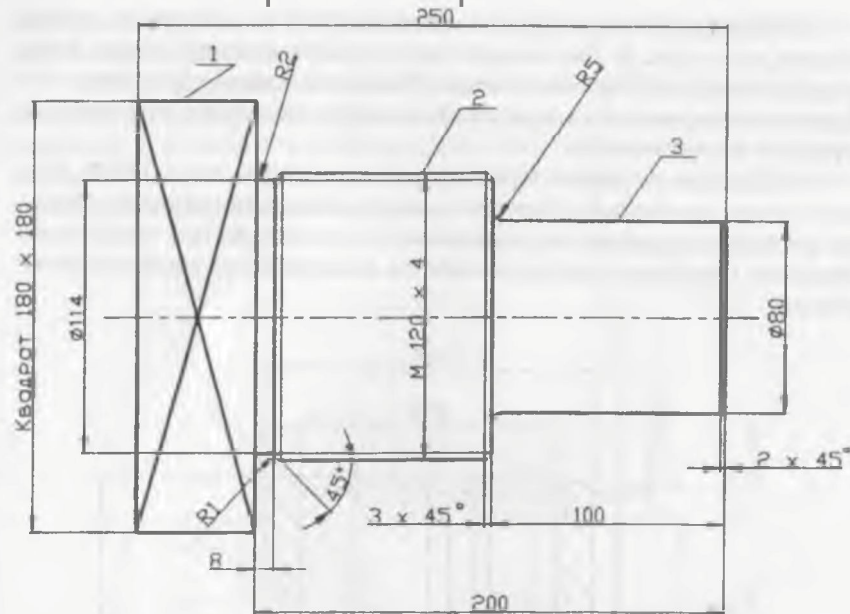

Рис. 6. Заглушка. Материал – сталь 40
2. Приведите схемы обработки поверхностей 1, 2, 3 детали, чертеж которой дан на рис. 6. Для каждой схемы укажите названия станка, инструмента и зажимных приспособлений. Приведите эскиз инструмента для обработки поверхности 2 и приспособления для закрепления заготовки при обработке поверхности 1.